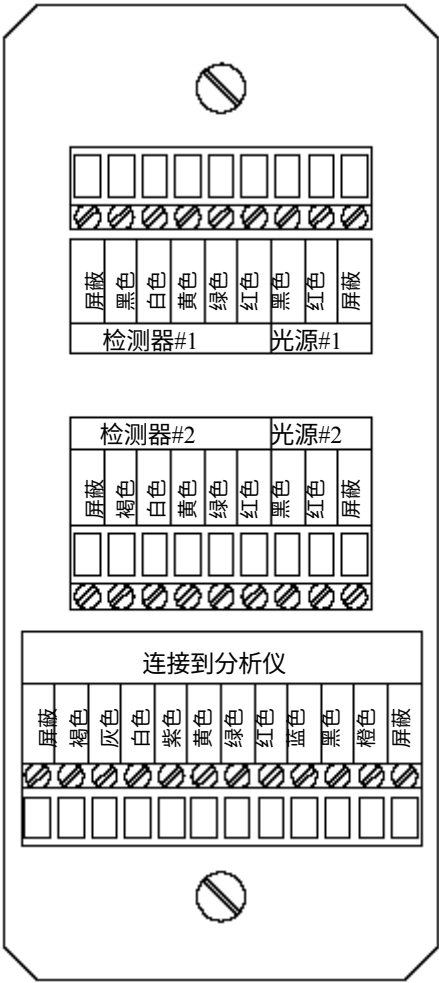

图 4-3 浊度传感器接线端排列
3. 参考图 4-3 连接新的光源或者检测器的电线到传感器的接线端子上，颜色相匹配。